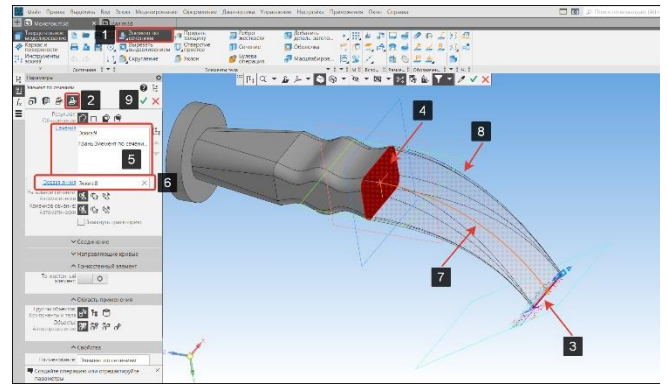

Рисунок 161 – Построение элемента по сечениям и траектории
- В панели элементы тела выберем команду Элемент выдавливания (1) подоперация Элемент по сечениям (2) (Рисунок 161);
- Укажем построенный эскиз (3) и плоскость трехмерной модели (4). В окне сечения (5) будут указаны все выбранные элементы (Рисунок 161);
- Выберем строку Осевая линия (6), затем укажем траекторию (7) (осевую линию), которая задаст направление построение элемента по сечениям (Рисунок 161);
- Если фантом (8) кайла построен верно, то Завершим операцию (9) (Рисунок 161).